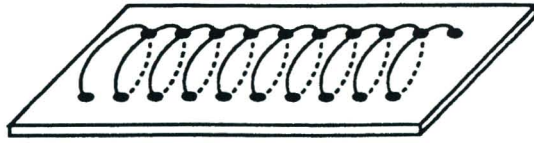

Fig 3.3b
- 14) Repetir las operaciones previas y trazar esquemáticamente las líneas de fuerza en la Fig.3.3b